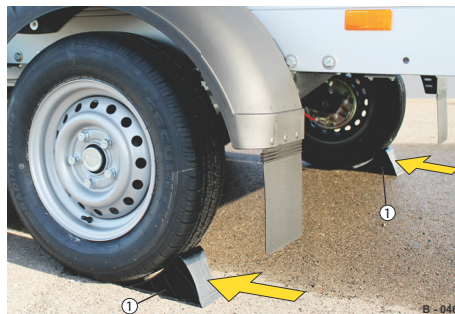

Abb. 82 Unterlegkeile, untergelegt
- ▶ Unterlegkeile (Abb. 82/1) vollflächig unter die Räder legen. Neigungsrichtung des Anhängers, z.B. in Hanglage beachten.